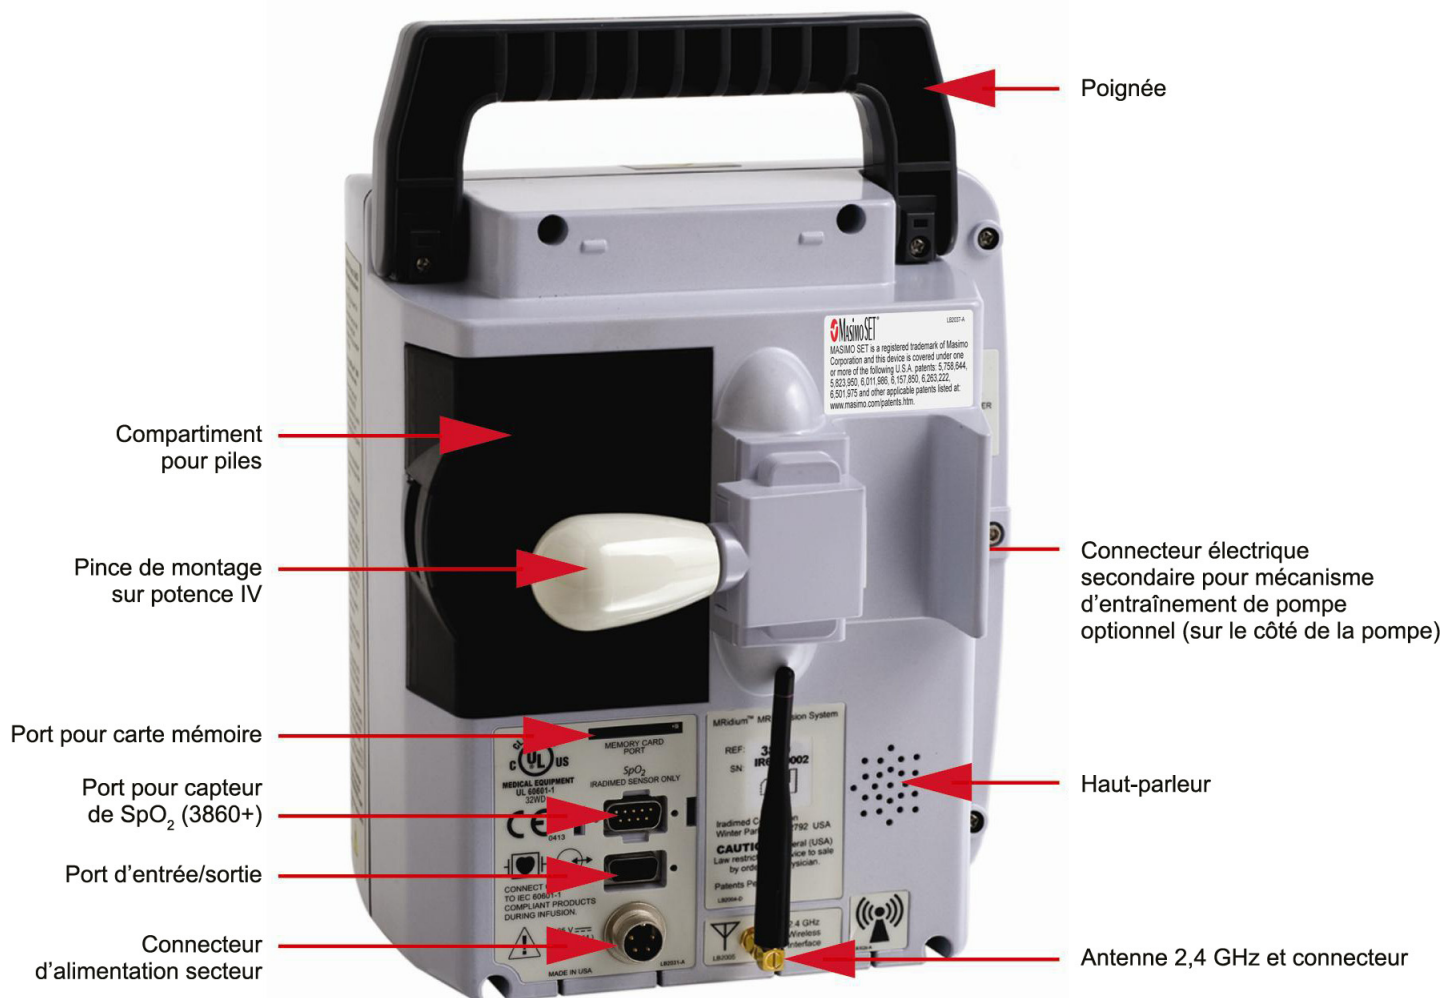

Figure 1-3. Face arrière de la pompe
1.1.3 Face arrière de la pompe. Voir figure 1-3 pour l'emplacement des principaux éléments de la face arrière de la pompe.